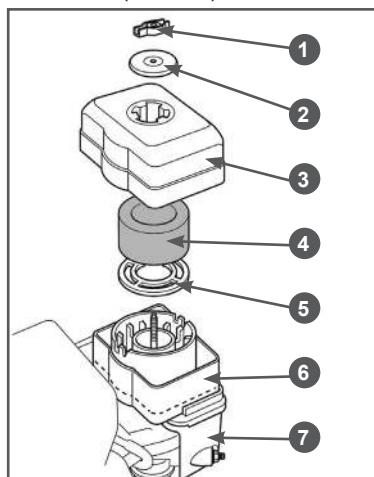
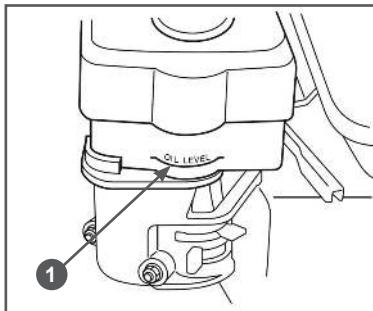

Рис. 20 Подготовка воздушного фильтра
Рис. 21 Уровень масла в масляной ванне воздушного фильтра
1. Открутите барашковую гайку 1, снимите шайбу 2 и крышку 3 воздушного фильтра (Рис. 20).
2. Извлеките из крышки 3 воздушного фильтра поролоновый фильтрующий элемент 4 (Рис. 20).
- Залейте в масляную ванну 6 (Рис. 20) чистое моторное масло до отметки 1 «OIL LEVEL» на корпусе масляной ванны (Рис. 21).
2. Открутите барашковую гайку 1, снимите шайбу 2 и крышку 3 воздушного фильтра (Рис. 20).
3. Извлеките из крышки 3 воздушного фильтра поролоновый фильтрующий элемент 4 и проверьте его целостность и чистоту (Рис. 20).
5. Проверьте уровень масла в масляной ванне, уровень масла должен быть по отметке «OIL LEVEL» на корпусе масляной ванны (Рис. 21). При необходимости, долейте в масляную ванну чистое моторное масло до требуемого уровня.